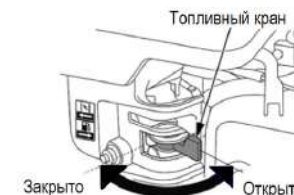

Рис. 9. Топливный кран
- закройте топливный кран (см. рис. 9).
- откройте топливный кран (см. рис. 9);